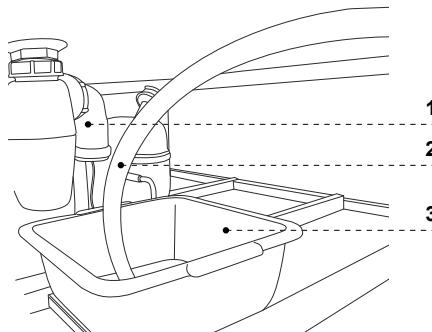

Abb.8 Kondensatbehälter (ohne Rotationsverdampfer)
9. Den Kondensatbehälter auf der Grundlage der Anlage unter dem Siphon gemäss Abb.8/3 oder Abb.9/3 stellen
Ist die Anlage nicht mit dem automatischen Abdampfen des Kondensats nicht ausgestattet, soll das Kondensat vom Behälter entfernt werden, falls er gefüllt wird. Abb.8. Die Anzahl (Häufigkeit) dieser Verfahren hängt von der Betriebsbedingungen der Anlagen (u.a. Luftfeuchtigkeit, wie oft die Türen geöffnet werden, Menge und Temperatur der einzulegenden Waren) ab.